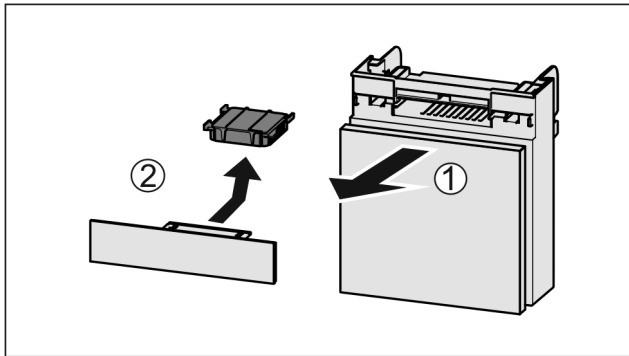

Fig. 180
- ▶ 向前拉出 Fig. 180 (1) 抽屉。
- ▶ 取出 Fig. 180 (2) 活性炭过滤器。